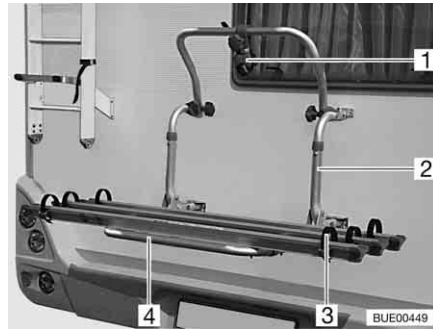

Bild 4 Fahrradträger, nicht absenkbar
Mit dem Fahrradträger (Bild 4,2) können 2 Fahrräder bequem transportiert werden. Eine Erweiterung auf 3 Fahrräder ist möglich.
- Teleskopschwenkbügel (Bild 4,4) nach unten klappen.
- Fahrräder aufsetzen und mit Quick-Riemen (Bild 4,3) verzurren.
- Abstandshalter (Bild 4,1) am Rahmen des äußeren Fahrrades befestigen.